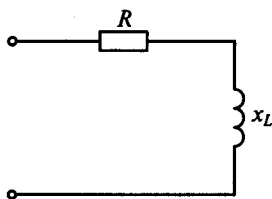

Рис. 90
**3.42.** Указать неправильную формулу для цепи, показанной на рис. 90.